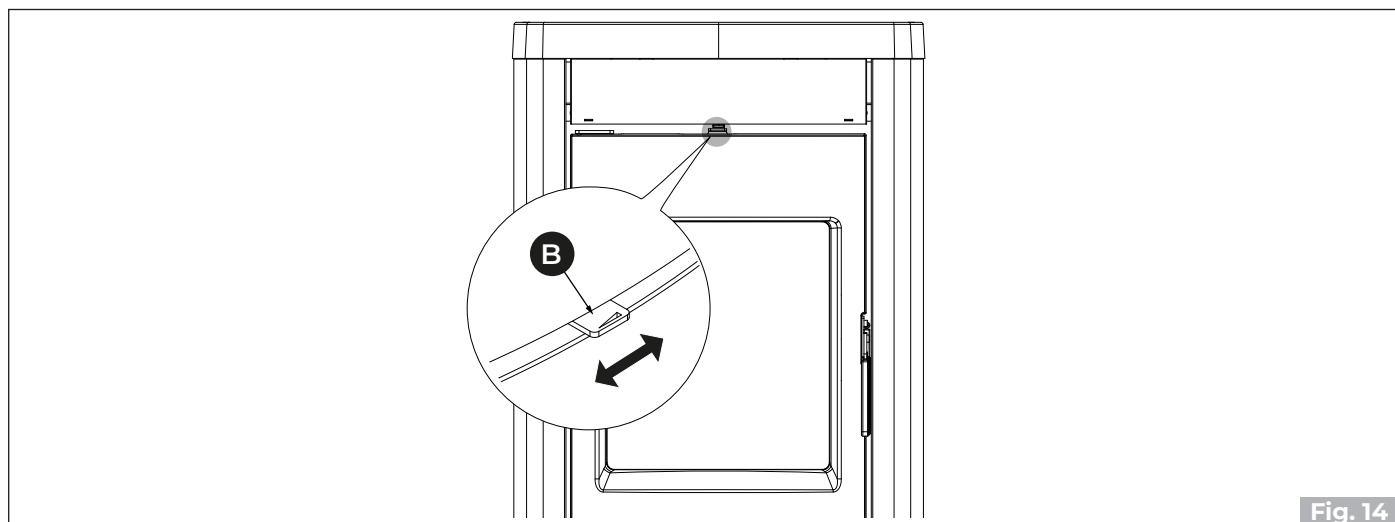

Fig. 14
Durante il funzionamento del caminetto è possibile favorire la pulizia del vetro ceramico attraverso la leva di regolazione (B) (Fig. 14) senza dover aprire la porta.